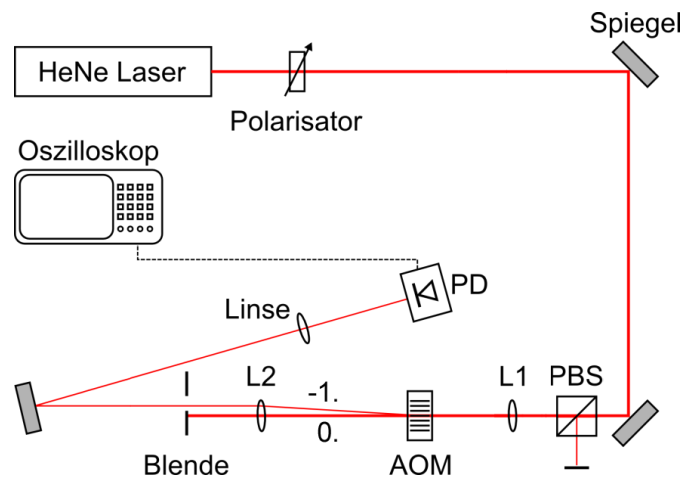

Abbildung 3. Schematischer Aufbau zur Pulserzeugung (b). L1: Linse 1; L2: Linse 2.
- (b) Bauen Sie nun das Experiment gemäß Abbildung 3 auf. Stellen Sie den AOM in den gemeinsamen Fokus zweier Linsen L1 und L2. Der Laserstrahl wird nun in den AOM fokussiert. Beginnen Sie mit einer Brennweitenkombination von $f_1=200\text{mm}$ und $f_2=150\text{mm}$. Erzeugen Sie mit dem Funktionsgenerator Rechteckpulse einer Pulslänge von $1\text{ }\mu\text{s}$ und einer Anstiegszeit von ca. 20 ns . Speichern sie den zeitlichen Verlauf der Laserpulse für verschiedene Brennweitenkombinationen (f_1, f_2) auf dem Messrechner. (*Hinweis:* An Position L1 sollte jede Linse ($f_1=200, 150, 100, 50\text{ mm}$) mindestens einmal gestanden haben.) Beobachten Sie, wie sich die Anstiegszeit der Pulse verhält.